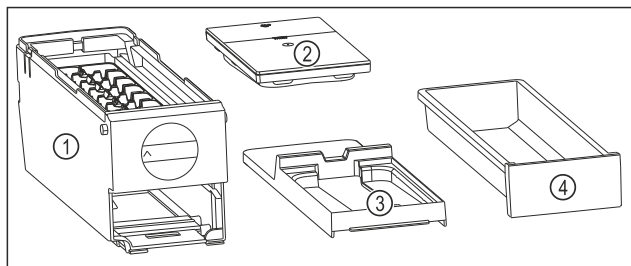

Fig. 80 Составные части EasyTwist-Ice
- EasyTwist-Ice разобран на четыре части. (см. Fig. 80)
- Разбирайте EasyTwist-Ice только на составные части, представленные на рисунке. (см. Fig. 80)
- Очищайте корпус EasyTwist-Ice Fig. 80 (1) как цельное устройство.